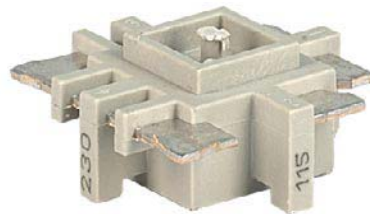

Abbildung 6. Spannungswähler
3. Entfernen Sie den Sicherungshalter (1) aus der Netzeingangsbuchse.
4. Mit einer Flachzange entfernen Sie die Spannungswählerkarte (siehe Abbildung 6 auf Seite 40).